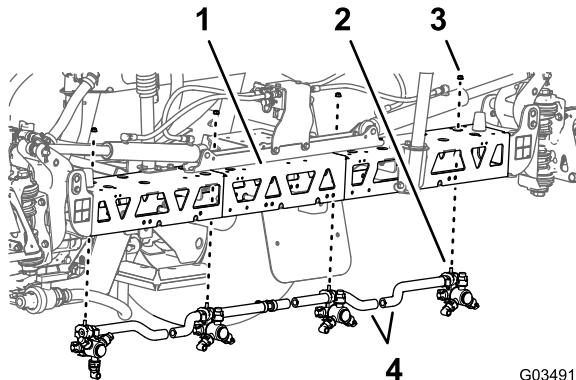

Рисунок 68
- Отверните фланцевую контргайку (5/16 дюйма), которая крепит распылительное сопло к опоре сопла (Рисунок 68).